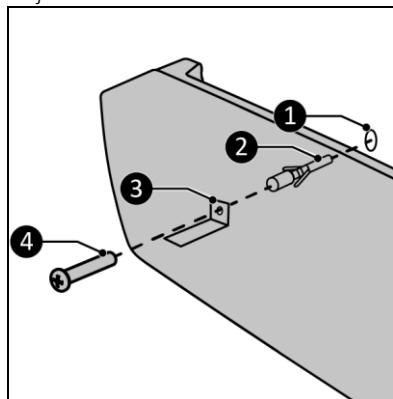

Figura 9
9. Așezați suportul (Figura 9, poz. 3) deasupra încălzitorului cu partea scurtă la perete.
10. Însemnați locul găurii pe perete (Figura 9, poz. 1).
12. Faceți o gaură de 10 mm în locul însemnat (Figura 9, poz. 2).
13. Introduceți dibrul în gaură (Figura 9, poz. 2).
15. Fixați bine cu șuruburi suportul (Figura 9, poz. 3) pe perete (Figura 9, poz. 4).